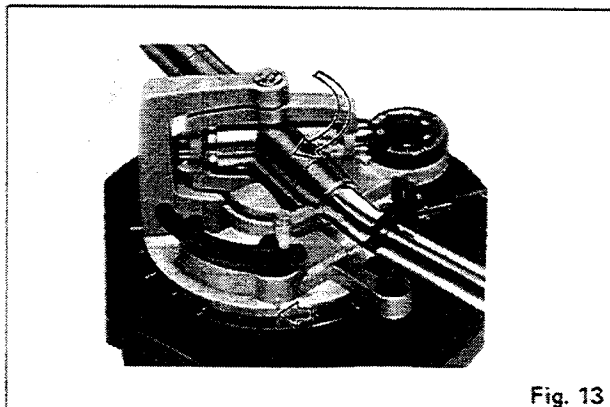

Fig. 13
4. Adjust the arm base so that the red line mark on the arm base is set to the scale "3" of the control ring. Next, secure the positioning base plate with two setscrews. (See Fig. 13)
Stellen Sie den Antiskating-Einstellknopf auf den gleichen Wert ein, wie den Auflegedruck. (Vgl. Abb. 13.)